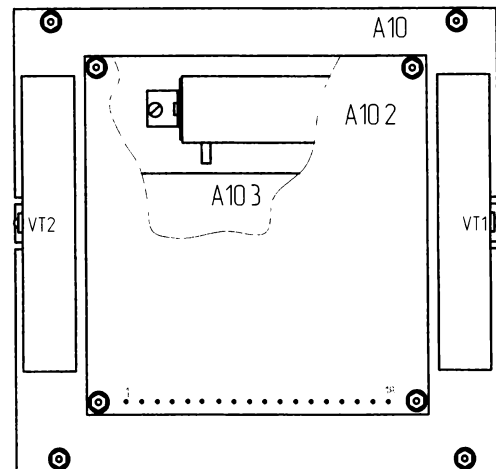

Рис. 31. Плата натяжения
**Контроль и регулировка напряжений натяжения и торможения при рабочем ходе.** Измерение напряжения натяжения приемной бобины при рабочем ходе производят вольтметром переменного тока на контактах **6** и **12** колодки ХТ1 платы контактной **A26**. Для этого сначала надо установить на вал наматывателя приемную бобину с сердечником диаметром 150÷200 мм и зарядить кинофильм в лентопротяжный тракт кинопроектора. Должны включиться индикатор «**Ютов**» на главной панели управления и наматыватель. Исходное напряжение натяжения (без включения рабочего хода) должно находиться в пределах 100÷120 В. Затем следует включить рабочий ход, и через 1-2 сек измерить напряжение натяжения, которое должно составлять 170÷180 В. Это напряжение можно отрегулировать подстроечным резистором **R41** на модуле наматывателя **A10.2** платы натяжения **A10** (см. рис. 31).
делах 4÷5 В. Его можно подрегулировать подстроечным резистором **R35** на модуле наматывателя **A10.2** платы натяжения **A10** (рис. 31).